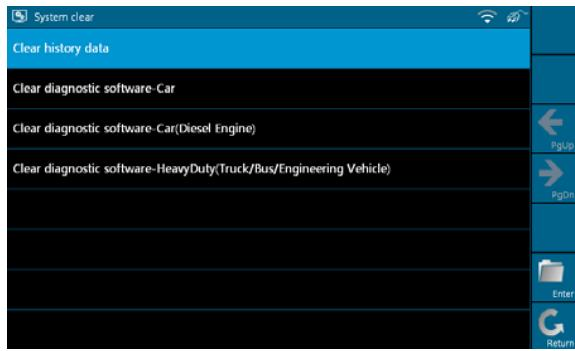

Рис. 2-24
Нажать кнопку [Diagnostic] (Диагностика), чтобы войти в режим, см. рис. 2-24.
1. На рис. 2-24 выбрать [Clear history data] (Удалить перечень файлов) и нажать кнопку [Enter] (Ввод), чтобы войти в режим рис. 2-25. Выбрать пункт, который требуется удалить и нажать кнопку [Clear] (Удалить).
2. На рис. 2-24 выбрать меню [Clear diagnosis software-Car] (Удалить диагностическое программное обеспечение для автомобиля) и нажать кнопку [Enter] (Ввод). Выбрать модель автомобиля, которую требуется удалить, как показано на рис. 2-27, и нажать кнопку [Fast Clean] (Быстрое удаление).